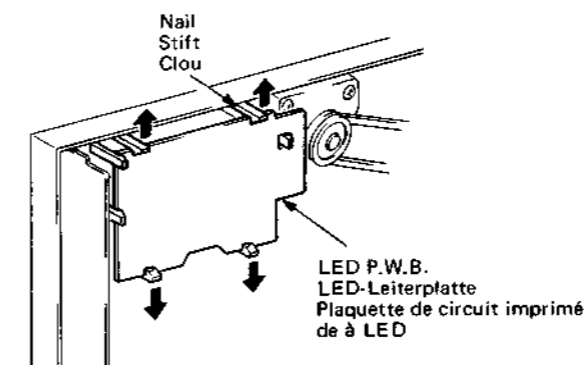

Fig. 3 Abb. 3
- LED P.W.B. (Fig. 3)**
- LED-Leiterplatte (Abb. 3)**
- Plaquette de circuit imprimé de à LED (Fig. 3)**